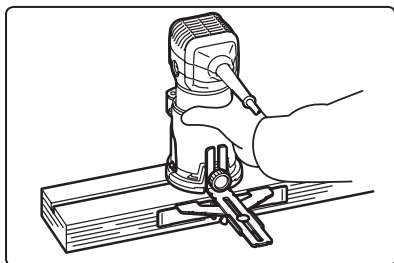

Abb. 9
- An der Führungsgrundplatte kann ein seitlicher Anschlag mit Verwendung gemäß Abb. 9 angebracht werden. Der Einbau des Seitenanschlages für den Verwendungszweck gemäß Abbildung 9 ist in den Abbildungen 19 und 20 dargestellt.